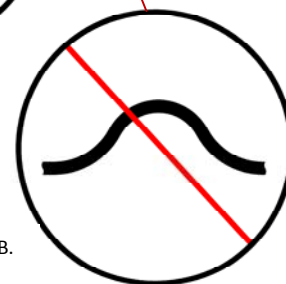

Figura 2B.
4. Entrada del calentador: Conecte la manguera desde la entrada del calentador hasta el punto en donde el refrigerante se extraerá del motor. No debe haber puntos elevados en el tendido de la manguera. Véase la Figura 2B.